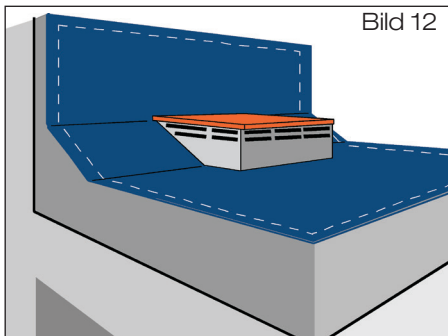

Bild 12
- 2.6 Siebdeckel auf den Siebkorb aufsetzen (Bild 12).